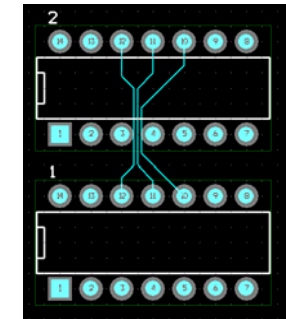

рис. 3-40
- **Уровень С (дизайн повышенной сложности).** Разрешается провести три трека между двумя выводами стандартной DIP-микросхемы (рис. 3-40). Расстояние между треками – 6 милей.